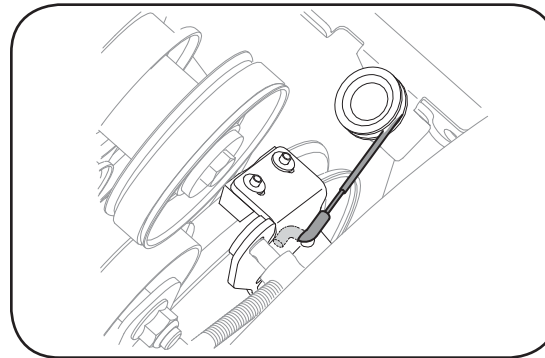

Figure 6-7
6. Tirez le support du frein vers le galet de guidage du câble et décrochez le raccord en «Z» du câble de la tarière. Voir la Figure 6-7.